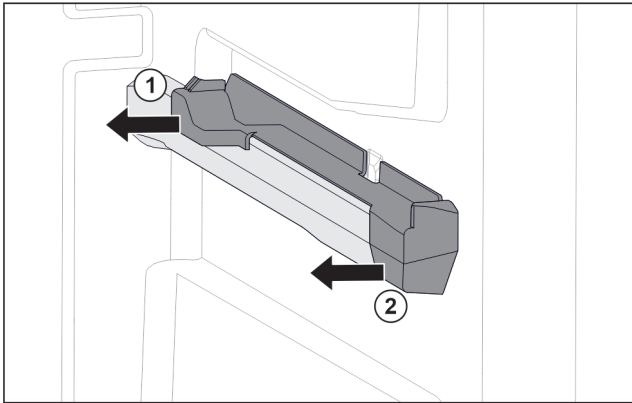

Fig. 82 Piesă de fixare pe nervura din dreapta a recipientului
- ▶ Scoateți piesa de fixare din spate în lateral. Fig. 82 (1)
- ▶ Scoateți piesa de fixare din față în lateral. Fig. 82 (2)